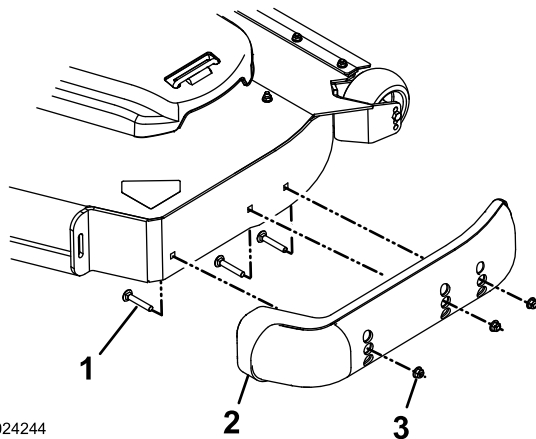

Figura 37
3. Retire los pernos de cuello cuadrado y las tuercas de cada patín (**Figura 37**).